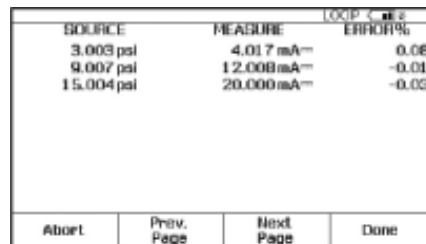

图 28.
13. 完成调整后,选择“**As Left**”(调整后)、“**Done**”(完成)和“**Manual Test**”(手动测试),重复第 9 步。如果调节成功,测试后汇总屏幕中的所有误差都应为正常显示(图 28)。